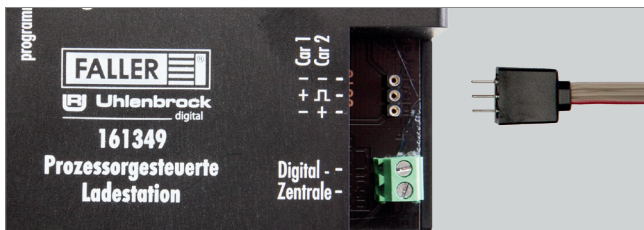

Abb. 3: Ladekabel an Ladestation anschließen
- Stecken Sie den Stecker an einem Ende des Ladekabels in die Buchse der Ladestation an, siehe Abb. 3.